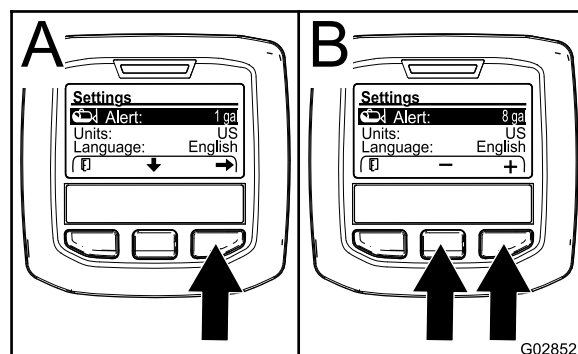

Figura 60
- Carregue no botão de seleção central para realçar a definição de alerta (Figura 60).
- Pressione o botão de seleção direito (Figura 60).
- Utilize os botões de seleção central ou direito para introduzir a quantidade mínima no depósito quando o alerta é mostrado durante a operação do pulverizador (Figura 60).